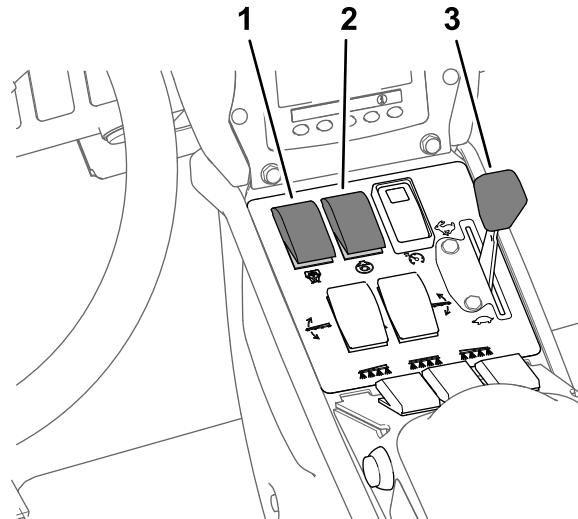

图 37
8. 将搅拌开关和喷洒泵开关设定至开启位置 图 37。
9. 将节流阀设定至快速位置 图 37。
注意 此程序假定喷洒泵是打开的请参阅 以喷洒率模式喷洒 \(页码 28\) 中的图 37。
4. 调节节流阀到所需的发动机转速进行喷洒请参阅 以喷洒率模式喷洒 \(页码 28\) 中的图 37。